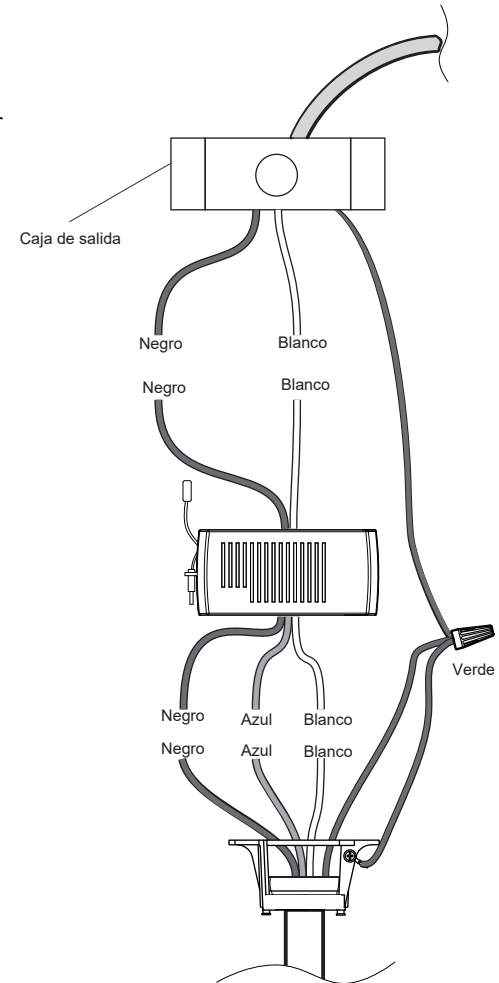

Fig. 12
**Paso 2.** Conexiones de motor a receptor de electrico: Conecte el cable blanco del ventilador al cable BLANCO marcado "TO MOTOR N" del receptor. Conecte el cable NEGRO del ventilador al cable NEGRO marcado "TO MOTOR L" del receptor. Conecte el cable azul del ventilador con el cable AZUL marcado "FOR LIGHT" en el receptor. **(Fig.12)**
**Paso 3.** Conexiones eléctricas de receptor y cables : Conecte el cable BLANCO (neutral) de la caja de salida para el cable BLANCO marcado "AC in N" del receptor. Conecte el cable NEGRO (caliente) de la caia de salida para el cable NEGRO marcado "AC in L" del receptor. Asegure todas las conexiones de cable con las tuercas proveidas. **(Fig.12)**